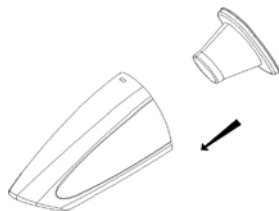

рис. 1
6.1.2 Поместите фильтр в контейнер для мусора и пыли. (рис. 1)